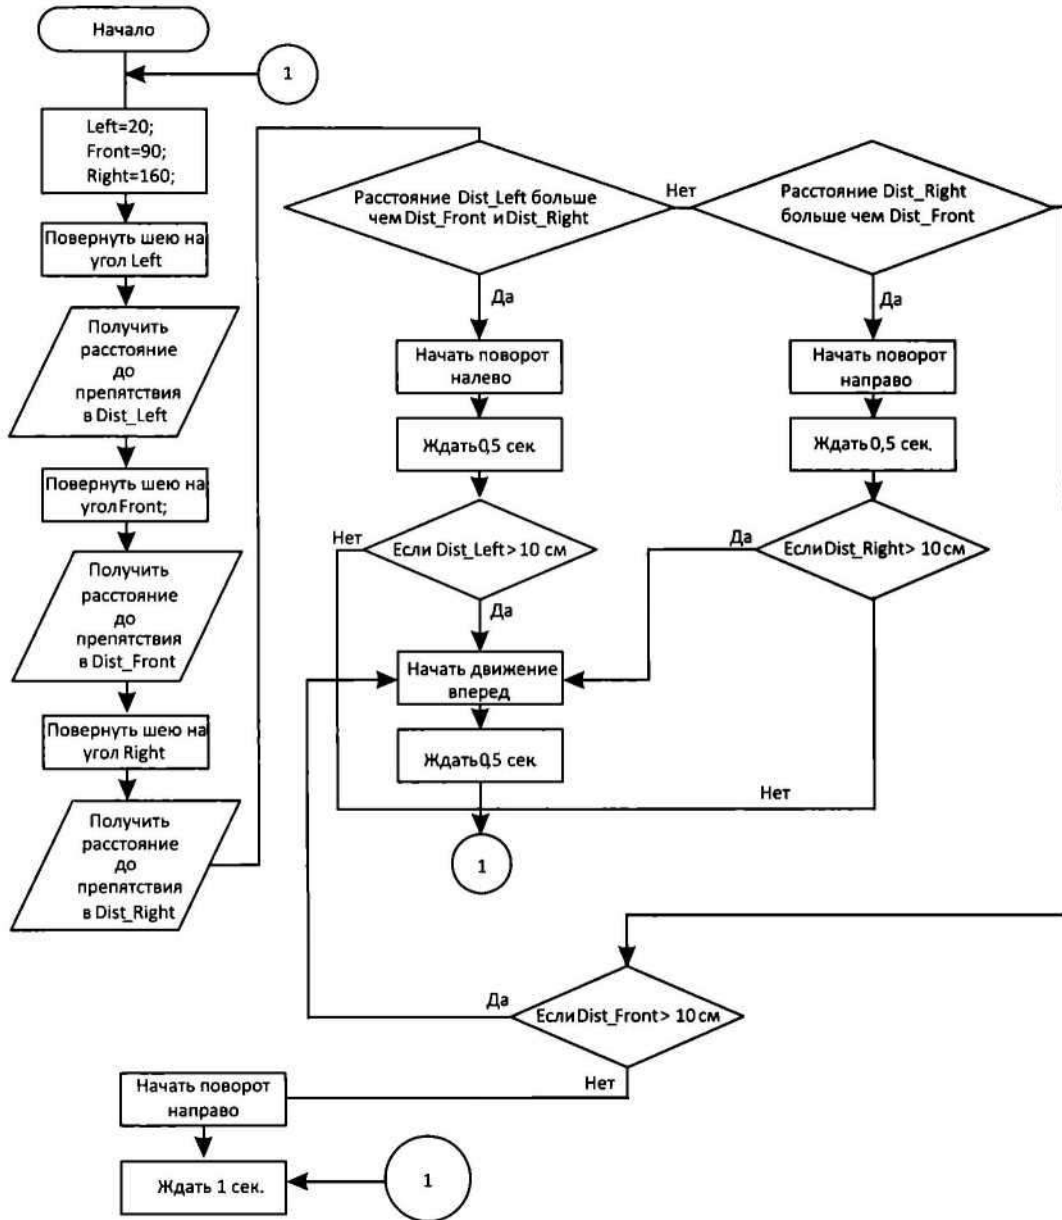

Рис. 11.1. Алгоритм программы обхода препятствий роботом
- 5) Подробная схема алгоритма приведена на рис. 11.1.
Задание. Реализуйте программно алгоритм движения, приведенный на рис. 11.1